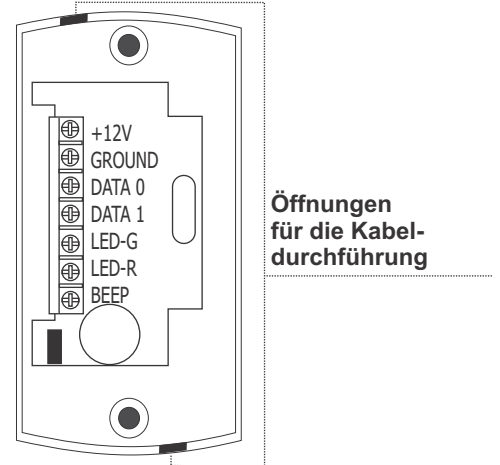

Abbildung 3
- Entfernen Sie eine dünne Zunge an der Seite des Lesegeräts, an der das Anschlusskabel herausgeführt werden soll (Abb. 3), und führen Sie das Kabel durch die entstandene Öffnung. Wenn das Lesegerät an die Stromversorgung angeschlossen wird, leuchtet die rote LED auf.